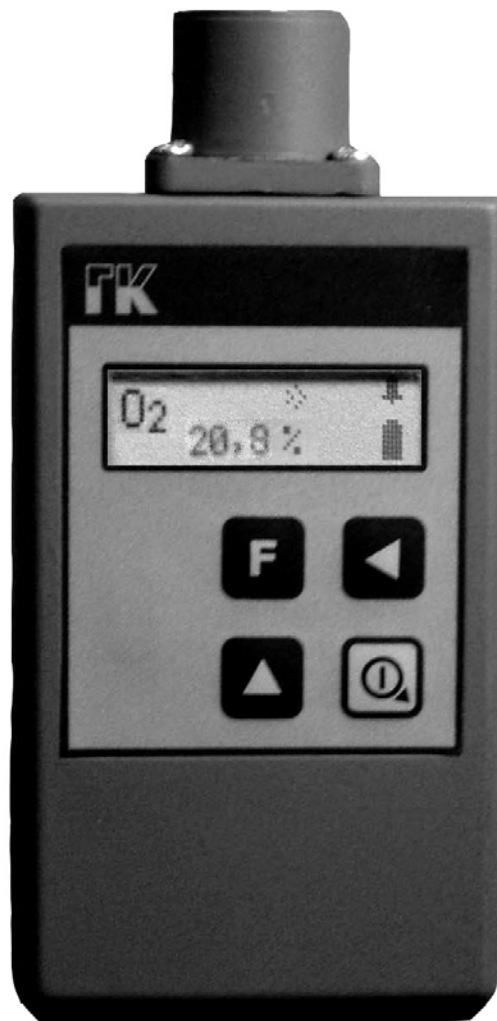

Рис. 5.1
Газоанализатор выполнен в корпусе из ударопрочной пластмассы. Дисплей, клавиатура, индикатор “тревога” расположены на передней панели газоанализатора. В нижней части задней стенки газоанализатора находится отсек со съёмной крышкой, в котором расположен аккумулятор. На правой боковой стенке газоанализатора размещён разъём для подключения зарядного устройства. Внешний вид газоанализатора показан на рис. 5.1.
6.1 На переднюю панель газоанализатора нанесена маркировка согласно рис. 5.1 , включающая в себя наименование газоанализатора, его заводской номер и символы назначения клавиш.